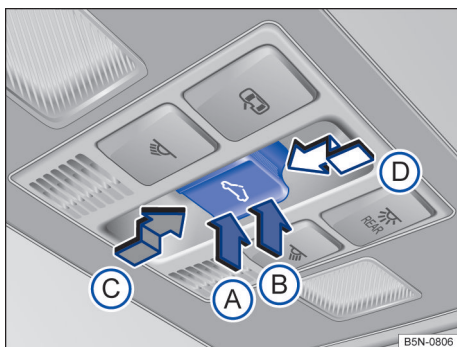

Fig. 84 No revestimento do teto: botão do teto de vidro.
- *Levantar o teto de vidro:* pressionar o botão → Fig. 84 (B) até o primeiro nível. Curso automático: pressionar o botão (B) até o segundo nível.
- *Fechar o teto de vidro levantado:* pressionar o botão → Fig. 84 (A) até o primeiro nível. Curso automático: pressionar o botão (A) até o segundo nível.
- *Abrir o teto de vidro:* pressionar o botão → Fig. 84 (C) até o primeiro nível. Curso automático até a posição de conforto: pressionar o botão (C) até o segundo nível.
- *Fechar o teto de vidro:* pressionar o botão → Fig. 84 (D) até o primeiro nível. Curso automático: pressionar o botão (D) até o segundo nível.
- *Parar o curso automático do procedimento de abertura ou fechamento:* pressionar novamente o botão → Fig. 84 (C) ou (D).
- Pressionar o botão  até o segundo nível → Fig. 84 , até que o teto de vidro esteja totalmente fechado.